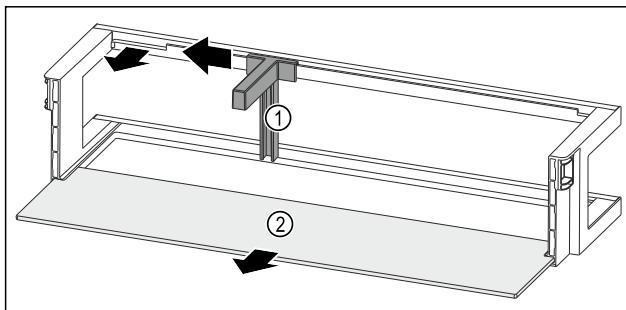

Fig. 98 Raft montat pe ușă cu suport pentru sticle și raft
- Împingeți în lateral suportul pentru sticle Fig. 98 (1) până la degajare.
- Extragăti suportul pentru sticle Fig. 98 (1).
- Extragăti raftul Fig. 98 (2).